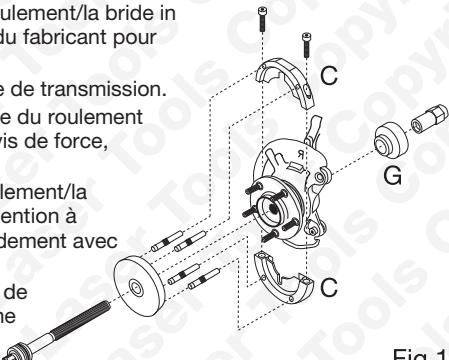
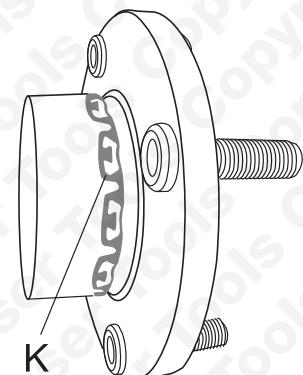

Fig 1
Fig 4
- Assemblez les demi-colliers de dépose (C) sur le roulement/la bride ; reportez-vous à l'illustration (Fig. 1). Faites attention à aligner les encoches avec le capteur ABS. Fixez solidement avec les vis de fixation (D) fournies.
- Montez les quatre broches de force (E) sur la plaque de pression (B). Le joint torique caoutchouc sur la broche de force va l'immobiliser dans la cavité de la plaque de pression.
- Par l'arrière, mettez en place l'adaptateur d'extraction (G) au-dessus de l'extrémité de la vis de force. L'extrémité à bague vers la vis de force — reportez-vous à la fig. 1
- Fixez l'outil assemblé avec l'écrou de la vis de force (F). La longue extrémité filetée de l'écrou de la vis de force mis vers la vis de force — reportez-vous à la fig. 1.
- Pour retirer le roulement/la bride, maintenez l'écrou de pression (F) fermement avec une clé de 30 mm tout en tournant la vis de force avec une douille de 22 mm et une poignée articulée ou une poignée à cliquet longue. (n'utilisez pas d'outils pneumatiques).
- Pour faire entrer le nouveau roulement/la nouvelle bride, maintenez l'écrou de pression (F) fermement avec une clé de 30 mm, tout en tournant la vis de force avec une douille de 22 mm et une poignée articulée ou une poignée à cliquet longue. (n'utilisez pas d'outils pneumatiques).
- Faites tourner la vis de force jusqu'à ce que le roulement/la bride soit bien à fond. Après montage, assurez-vous que les tenons de la bague de fixation cannelée K sont correctement en place dans la rainure de retenue. Voir la fig. 4